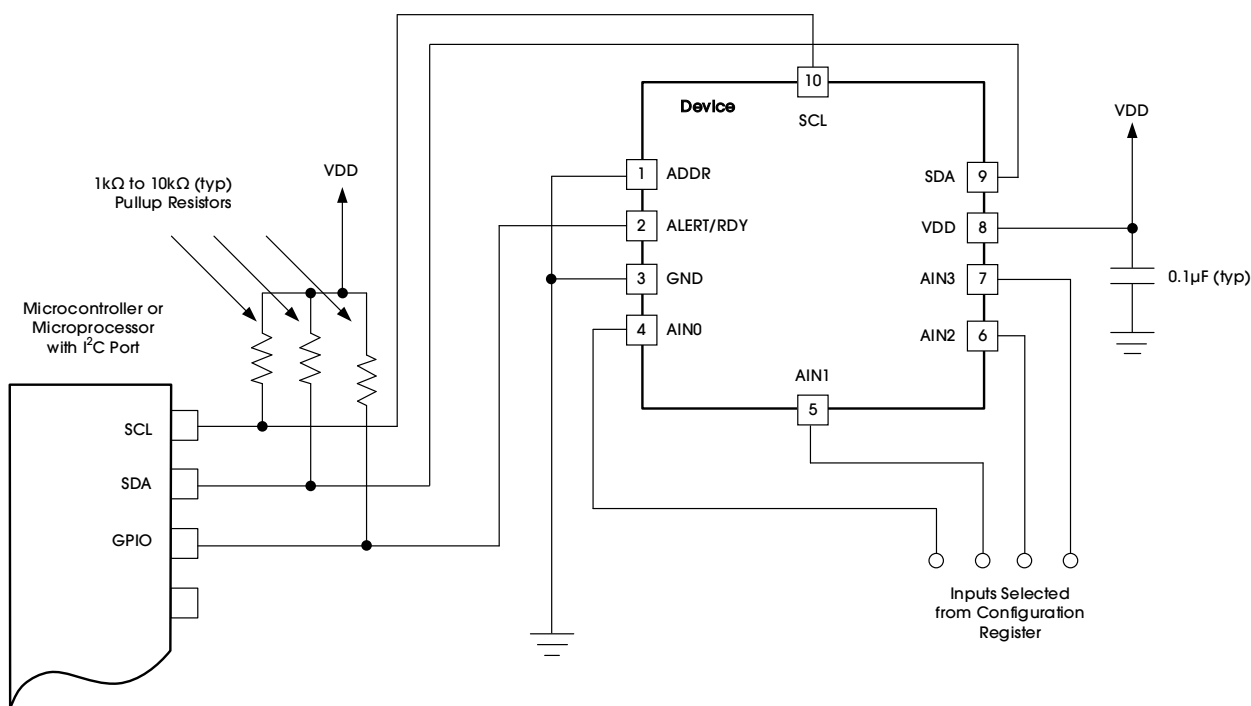

Figure 22. Typical Connections of the ADX101(Q)/105(Q)/107(Q)
ADX101(Q)/105(Q)/107(Q) 的 I²C 连接原理如 Figure 22 所示。